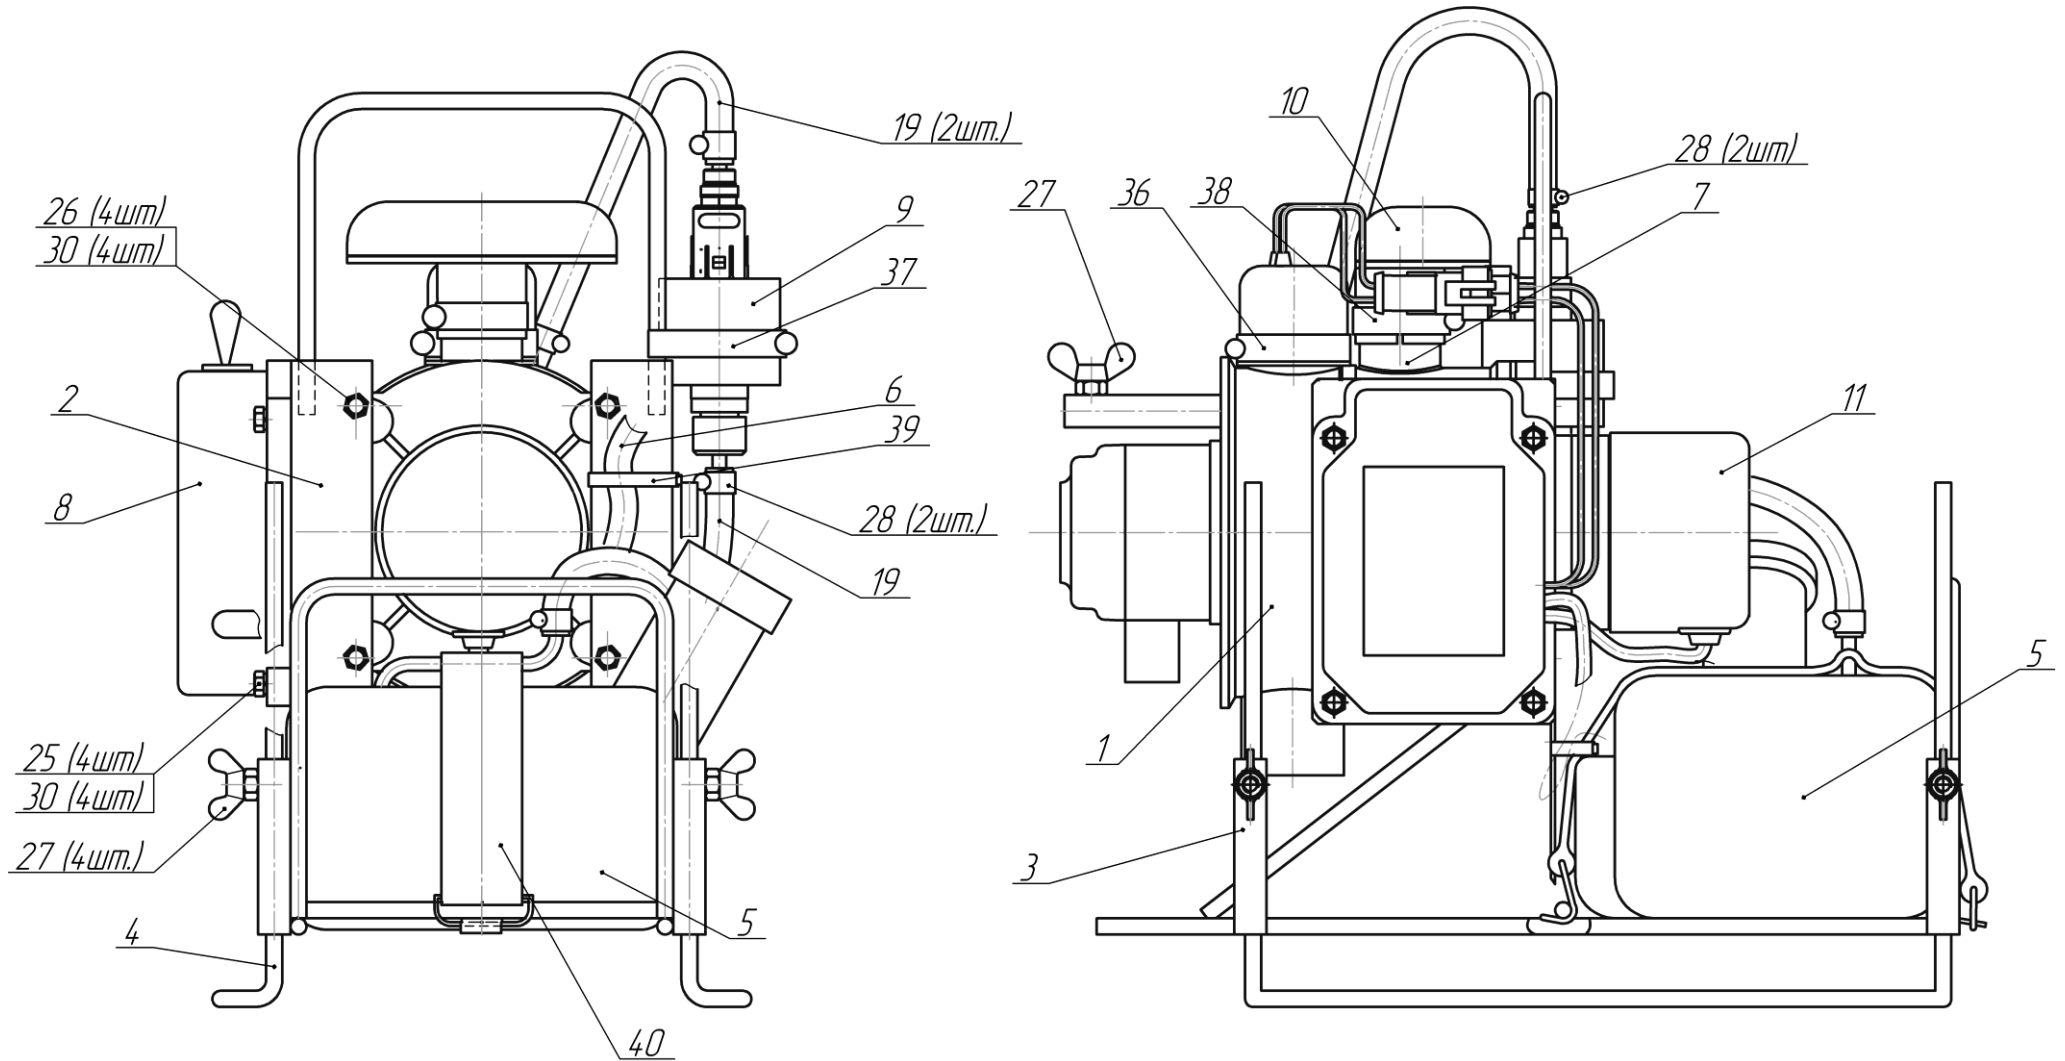

Рис.2- Схема деления нагревателя
- 2) Состав **нагревателя** согласно схеме деления изделия, на составные части представлен на рис.2 и перечню деталей и сборок – таблица 2.